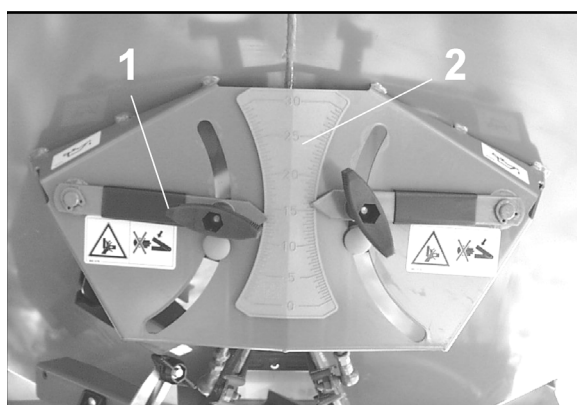

Fig. 81
5. Die Grenzstreuschaufel (Fig. 81/1) mittels Flügelmutter (Fig. 81/2) auf die Streuscheibe montieren.
6. Die Ablesekante (Fig. 81/3) auf die Zahl an der Skala (Fig. 81/4) laut Streutabelle einstellen und die Flügelmutter (Fig. 81/2) wieder fest anziehen.